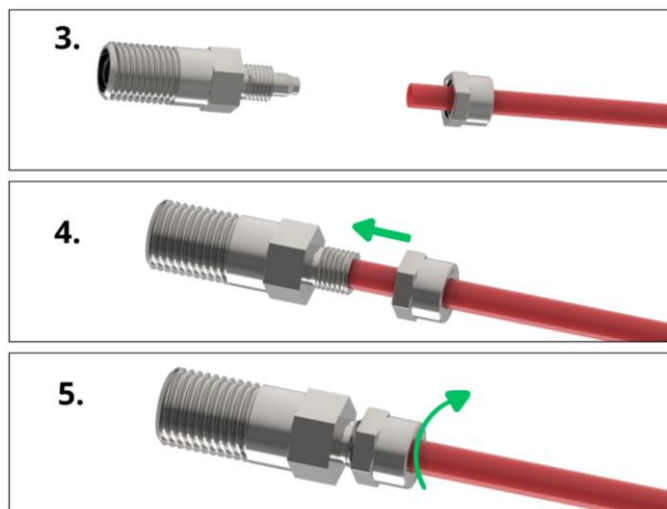

Figura 8 – Instrucciones para los conectores.
3. Caliente unos segundos y luego introduzca el tubo DRAGOMATIC® a través de la tuerca de conexión provista (ver Figura 8).
4. Inserte el tubo en los conectores hasta que haga tope con el fin del conector (ver Figura 8).
5. Baje la tuerca y enrósquela a mano hasta el final, luego con una llave, correspondiente a la medida, gire la tuerca aproximadamente una vuelta más (ver Figura 8). Si se detectan fugas, ajuste la tuerca hasta eliminarlas.